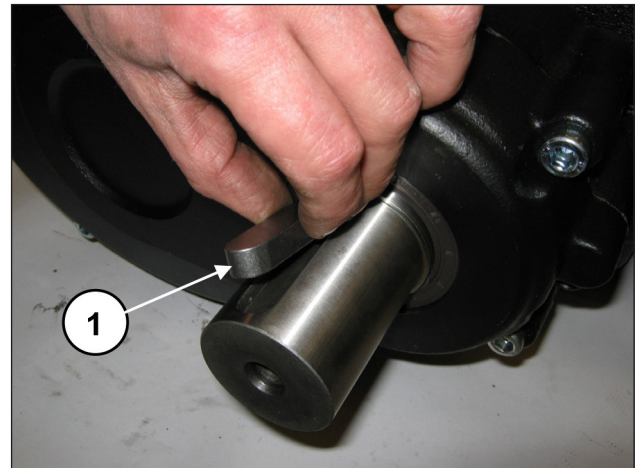

Abb. 3
Nehmen Sie die Passfeder von der Zapfwelle ab (Pos. ①, Abb. 3).